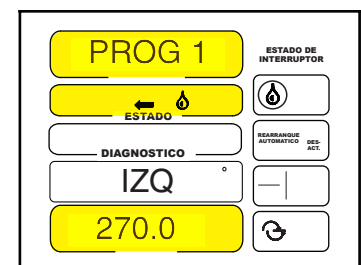

Figura 73-2
- Defina el ángulo izquierdo del sector y el sentido. Vea la Figura 73-2.